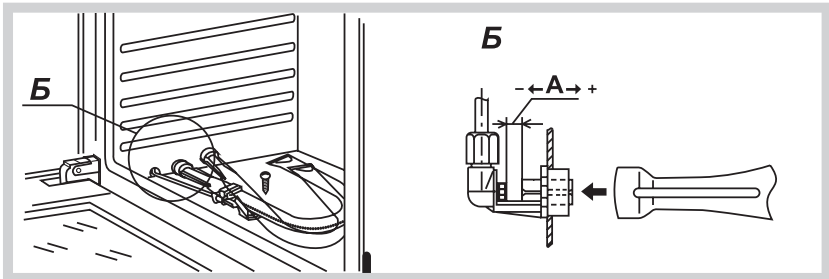

Рис.17
- Выкрутить шуруп и достать горелку из корпуса сопла (рис. 17).